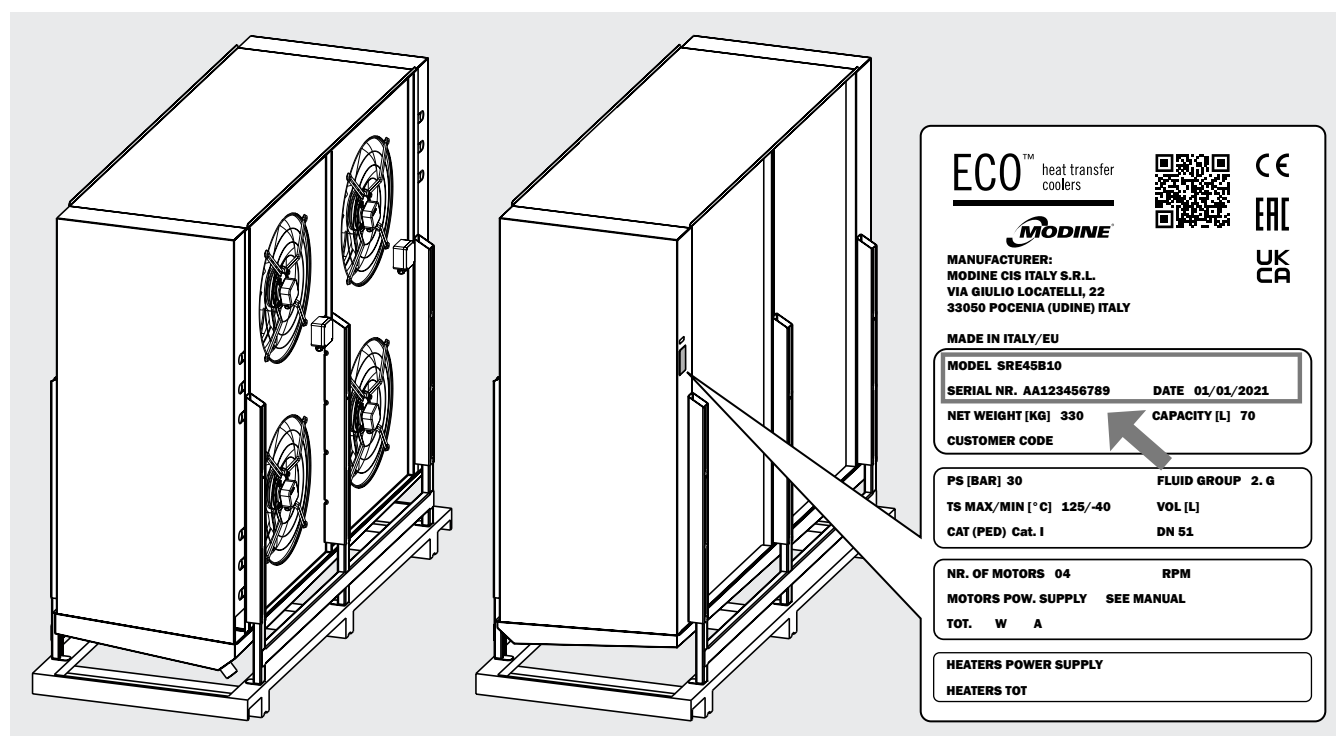

Abbildung 1
- 3.1 Für jegliche Kommunikation, Serviceanfragen oder Ersatzteile geben Sie bitte den Modellnamen und die Seriennummer an, die auf dem Typenschild angegeben sind. Siehe Abbildung 1.